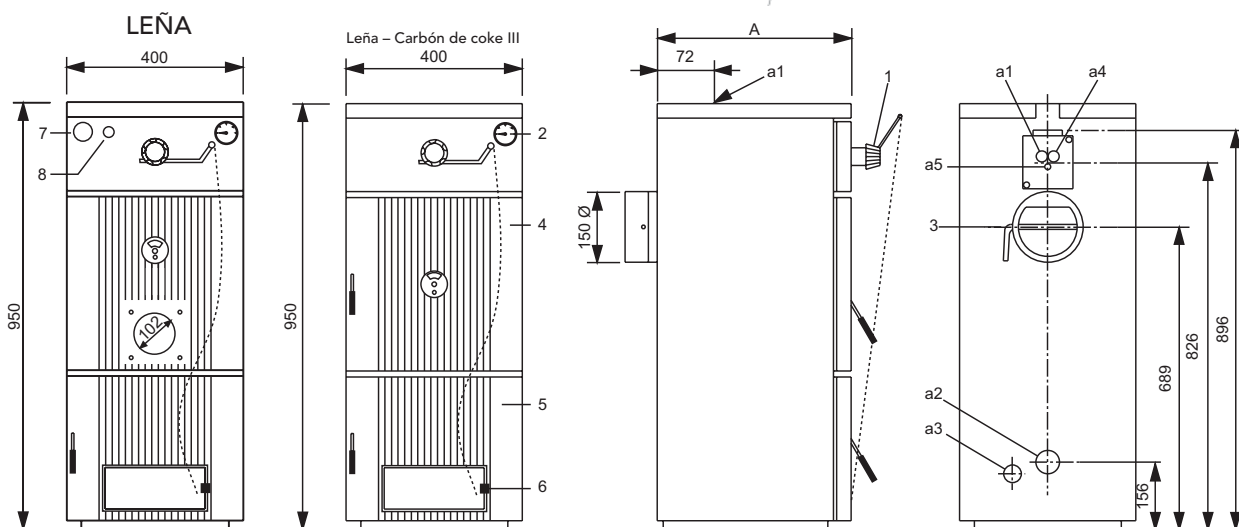

fig. 2
1. Montar la válvula de seguridad "P" en la salida del serpentín "N" respetando el sentido indicado por la flecha. Introducir la sonda "Q" de la válvula en la vaina correspondiente "a5" (fig. 2). Conectar la entrada del agua directamente al serpentín de seguridad. Conectar la salida a la válvula.